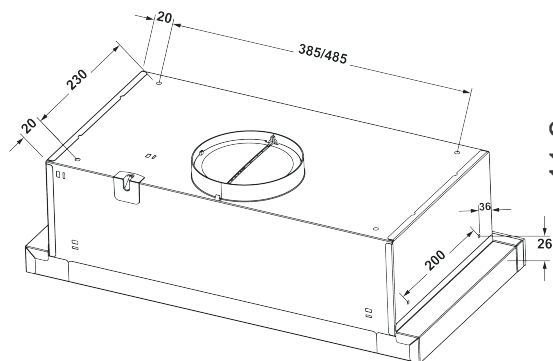

Рис. 4
6.5 Крепить вытяжку к шкафчику рекомендуется использовать 4 саморезы 4,8x13 DIN968 с середины вытяжки (саморезы в комплект поставки не входят). (рис.4 / 4.1).